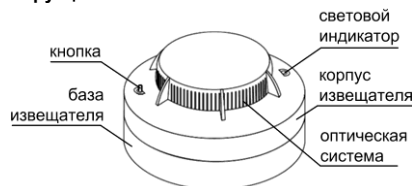

Рис.1 Извещатель. Общий вид
Конструктивно извещатель выполнен в виде съёмного корпуса, фиксируемого на базе (рис.1). Корпус извещателя снимается с базы вращением против «часовой стрелки».
2. Нажмите и удерживайте кнопку на корпусе извещателя (рис.1). Извещатель начнёт звуковое оповещение сиреной и включит световую индикацию (кнопку можно отпустить).